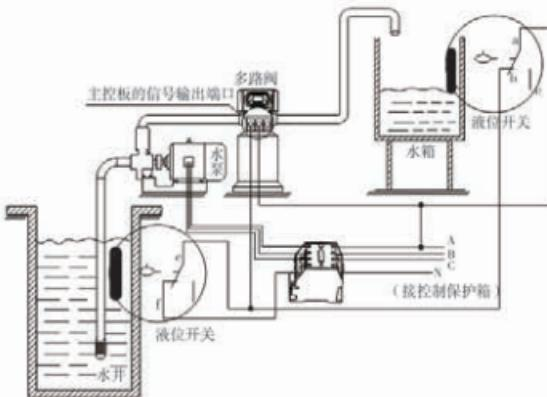

图3-5通过水箱液位控制380V进水泵的接线图
4) 通过水箱液位开关控制380V三相电机进水泵，如图3-5(设为b-01)